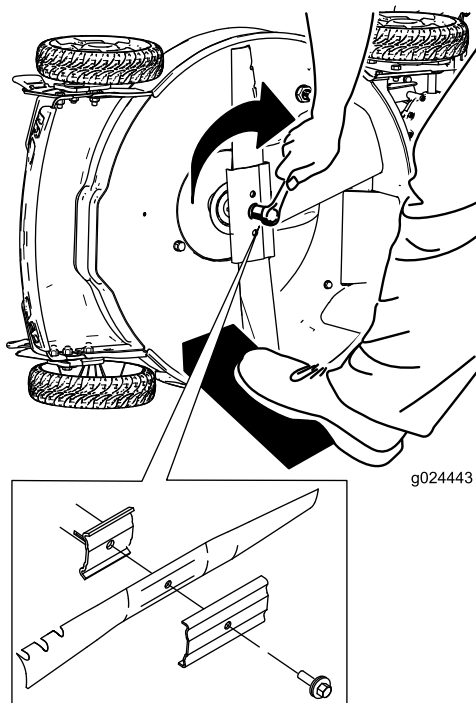

Figure 27
5. Montez la lame neuve en tournant le boulon dans le sens horaire (Figure 27).